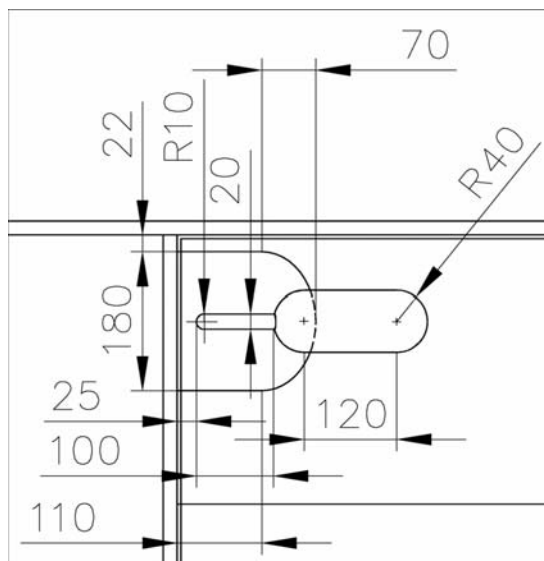

Рис. 5.48. Основные размеры настольной лампы и расположение ее на чертеже рабочей зоны
Давайте рассмотрим, как использовать постоянно действующие режимы привязки, на примере создания чертежа лампы (рис. 5.48).
Чертеж лампы должен размещаться в левом верхнем углу контура парты. Как видно из рис. 5.48, он состоит из нескольких прямых линий и дуг. Три меньшие дуги (одна — радиусом 10 мм и две — радиусом 40 мм) представляют собой половины окружностей, тогда как большая дуга — это половина эллипса. Вы, наверняка, догадываетесь, что при создании этого чертежа нам понадобятся такие режимы привязки, как Endpoint (Конточка), Midpoint (Середина), Center (Центр) и Quadrant (Квадрант). Давайте посмотрим, как включить эти режимы привязки для постоянного использования.
2. После увеличения изображения выбранного фрагмента запустите инструмент Offset (Подобие) и сместите вниз внутреннюю горизонтальную линию контура задней стенки рабочей зоны на 22 мм (см. рис. 5.48).
10. Теперь, руководствуясь рис. 5.48, выполните сопряжение контура плафондержателя. (Не забывайте о возможности применения режима **Multiply** (Несколько) при использовании инструмента **Fillet**.)
19. AutoCAD предложит в командном окне задать значение, которое должно равняться половине длины второй оси эллипса. Эту величину можно было бы задать с помощью динамически отображаемого эллипса (рис. 5.57), но поскольку у нас нет точки, чтобы привязаться к ней, просто введите в командном окне 70 (см. рис. 5.48).